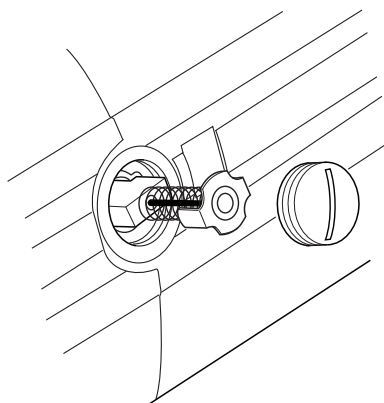

Figura 64. Escobilla del motor
3. Tire de la escobilla para sacarla (vea la figura 64). Repita la operación para el lado contrario.